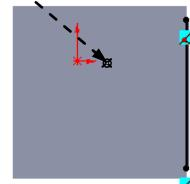

图 17.11.29 固定侧的位置
- (4) 定义绘制的折弯参数。定义图 17.11.29 所示的固定侧；在 **折弯位置** 选项中单击选中“材料在外”按钮 ，并在 **文本框** 中输入值 90。
- (5) 单击 按钮，完成绘制的折弯 1 的创建。